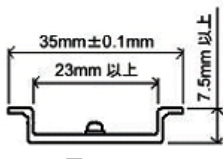

図 3.2-1
- ・本器に適合する DIN レールの仕様は右図の通りです。(図 3.2-1)